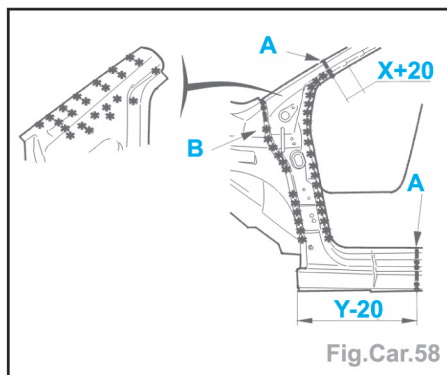

Fig.Car.58
- Tracer, puis découper (coupe provisoire) (suivant A) (Fig.Car.58).